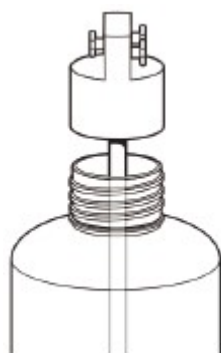

図 5-3 : ボトルキャップの取付け
5.5 ボトルキャップから伸びたサイフォンチューブをポリボトルに挿入し、ボトルキャップをしっかり締めます。サイフォンチューブがボトルの底に達していることを確認してください (図 5-3 参照)。